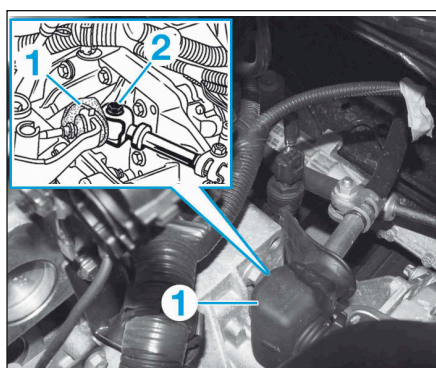

FIG.16
- Extraire la protection en caoutchouc (1) du levier de commande de boîte de vitesses, déposer la fixation (2) située derrière et attacher la tringle de commande de boîte de vitesses à la caisse (Fig.16).